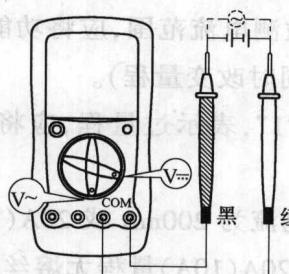

图 1-5
(1) 直流电压测量: 直流电压测量的连接方法如图 1-5 所示。